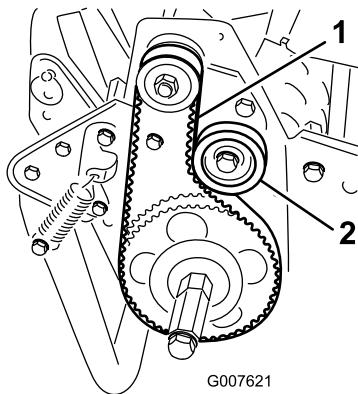

Figure 37
2. Contrôlez la tension en exerçant une force de 18 à 22 N à mi-distance entre les poulies (Figure 37).
- A. Desserrez l'écrou de fixation de la poulie de tension et faites pivoter la poulie dans le sens horaire contre l'arrière de la courroie jusqu'à ce que vous obteniez la tension voulue (Figure 37).